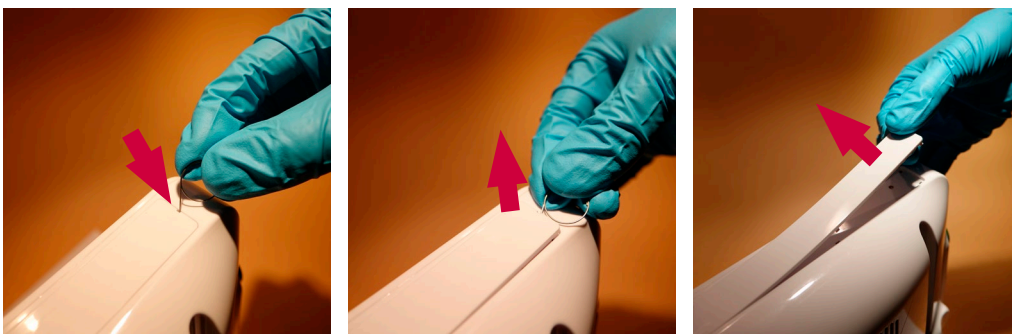

Figura 4 Rimozione delle targhette
- Rimuovere le targhette con il logo Ambu sul lato superiore e inferiore dell'unità display (Figura 4)**